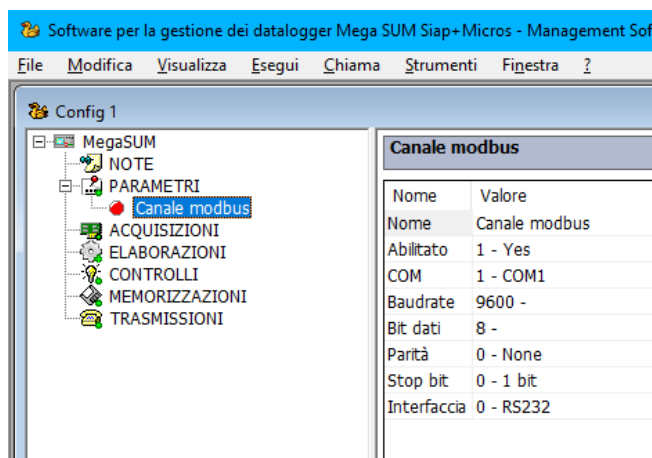

Figura 15.10: configurazione di un canale Modbus.
- Tramite porta seriale del datalogger. Per creare questo canale di comunicazione è necessario definire in configurazione un canale Modbus dalla sezione Parametri e specificare le impostazioni della seriale (Figura 15.10). Si veda il Capitolo 3.2.4 per maggiori dettagli. In questo caso l'utente deve utilizzare un convertitore USB-RS232 o USB-RS485 a seconda della seriale scelta.